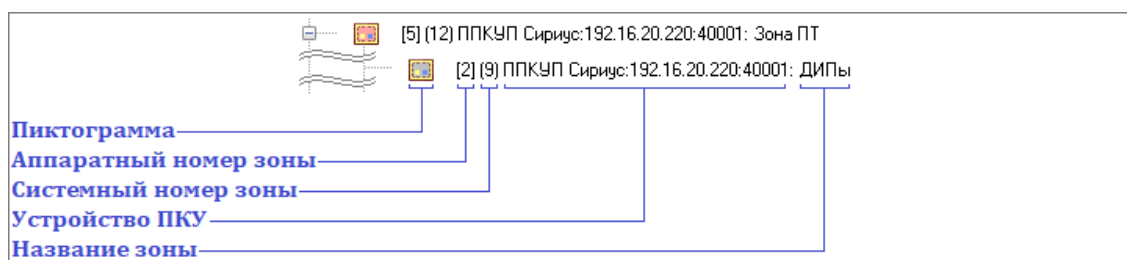

Рисунок 6-292 Отображение объекта "Аппаратная зона" в дереве зон как принадлежащего узлу "Аппаратные зоны"
- узлу «Зона ПТ» (см. Рисунок 6-292),